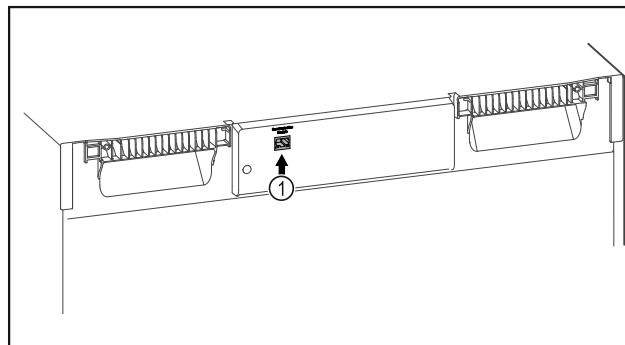

Fig. 82
- SmartModule Fig. 82 (1) inserito.